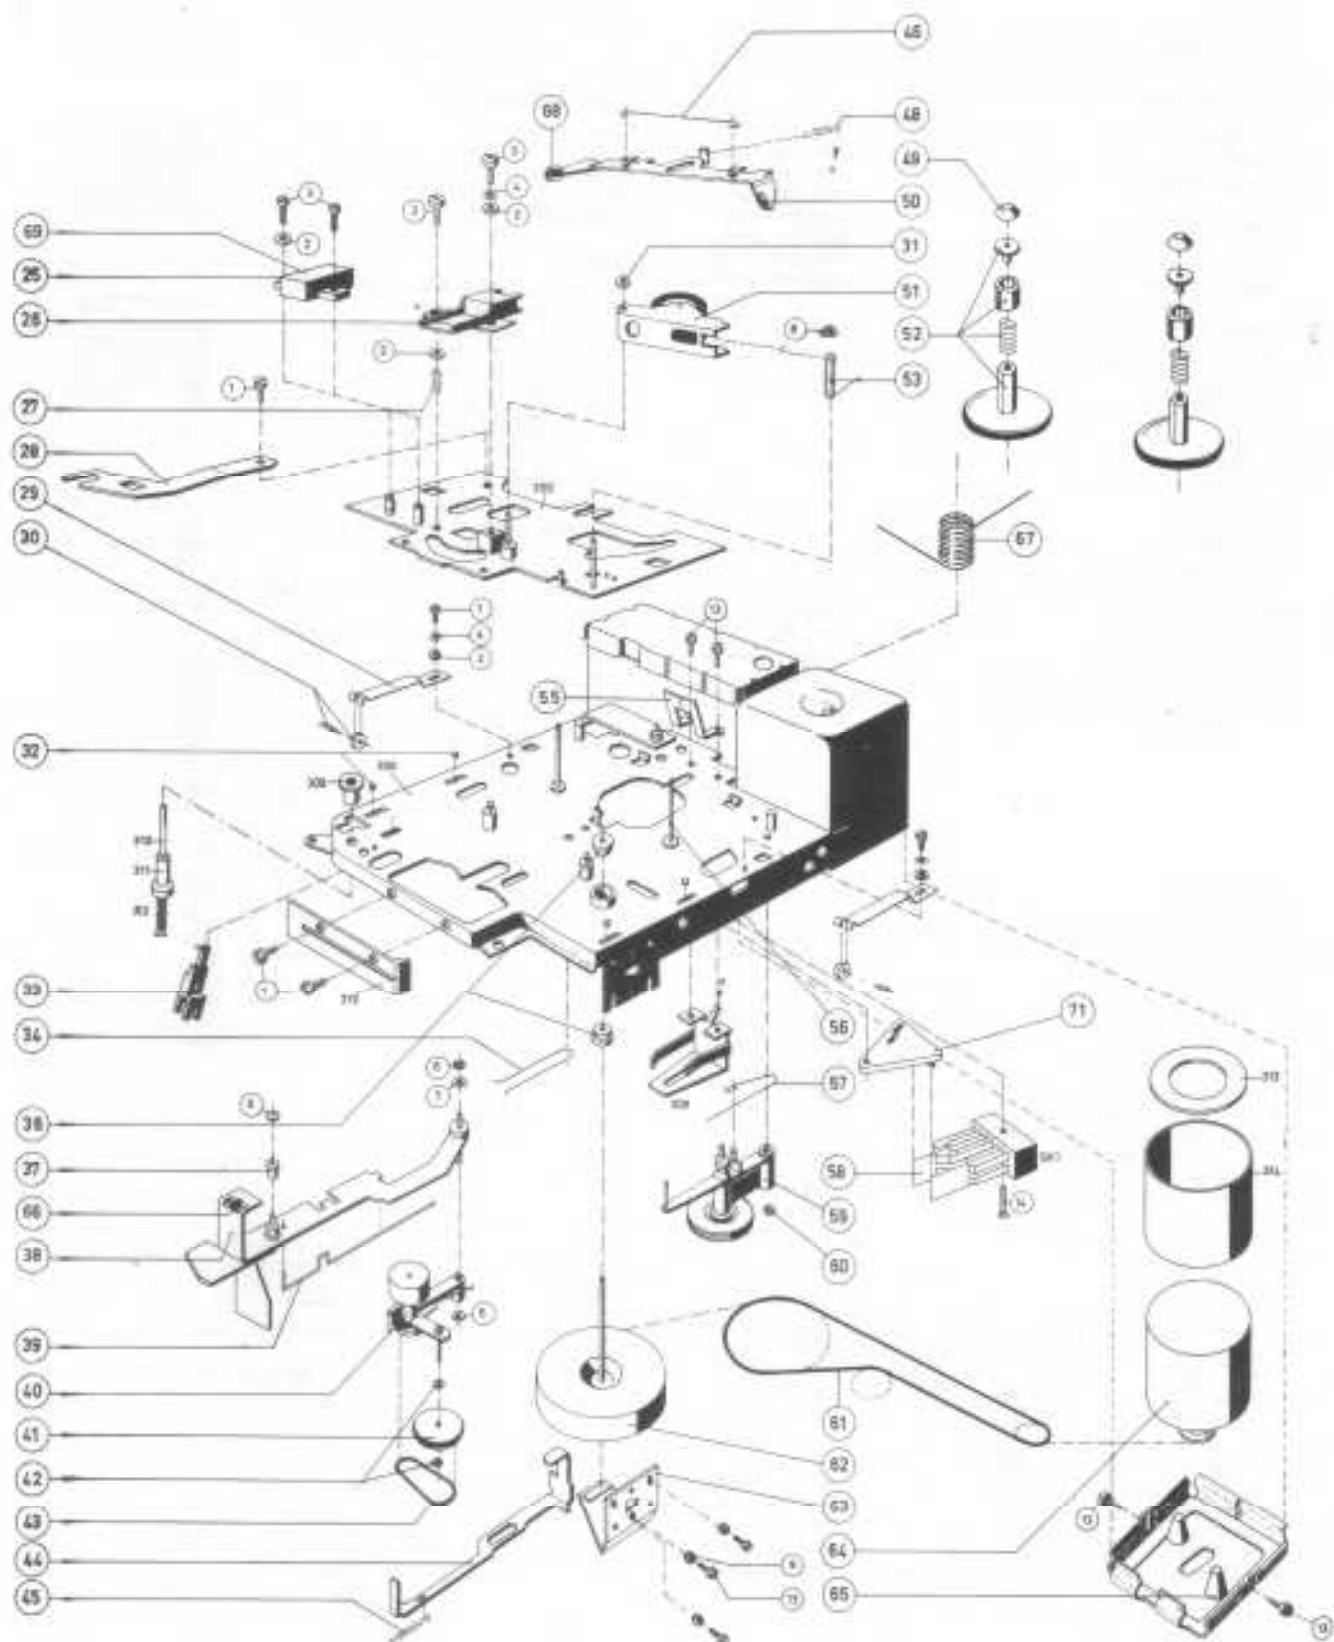

Fig. 17
- Enlever le microcapteur et l'étrier à bascule ainsi que l'axe de commande de cet étrier (rep. 310, fig. 17).